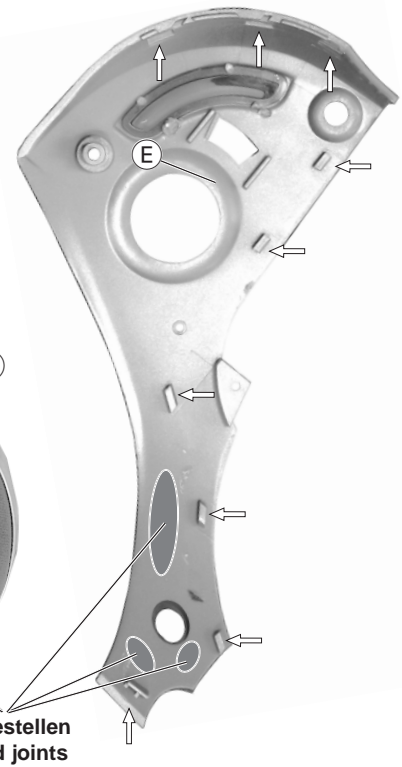

Fig. 2
Die Abdeckung wird durch Rastnasen gehalten und ist **zusätzlich** an den **markierten** Stellen **verklebt**. Öffnen Sie die Cassettenfachklappe und hebeln Sie die Blende an der Stelle (J) beginnend in Pfeilrichtung **vorsichtig** auf. Wenden Sie zuviel Kraft auf, können Rastnasen oder die Blende brechen! In Fig. 2 sehen Sie die Anordnung der Rastnasen.
The cover is fixed by catches and **additionally glued** at the **marked** positions. Open the cassette door and **carefully** level off the cover at point (J) in the direction of the arrow. **Be careful** not to break the cover or the catches. The catches are shown in (Fig. 2).